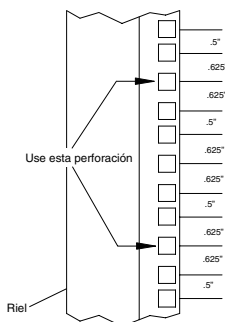

Figura 2
3. Instale una segunda tuerca de clip en el mismo riel seis hoyos abajo (Vea la Figura 2).